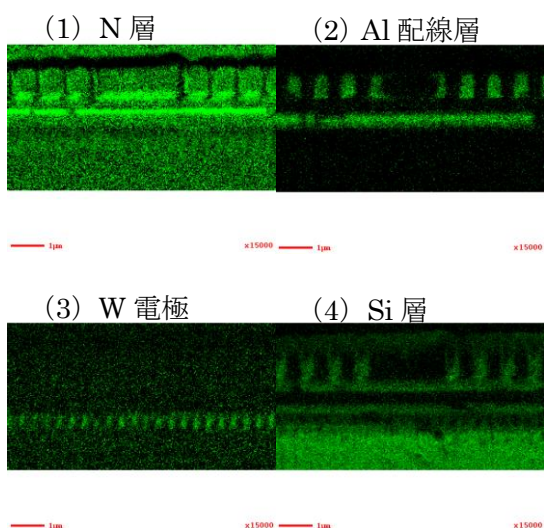

Fig.5 オージェ・マッピング
次に、オージェ・マッピングの結果を Fig.5 ((1) N 層、(2) Al 配線層、(3) W 電極、(4) Si 層) に示す。